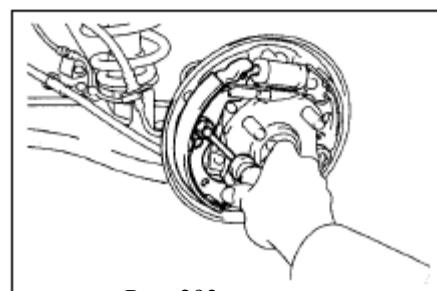

Рис. 293
(1) Снимите торцевую крышку специальным инструментом, удалите пружину и шпильку(рис. 293).